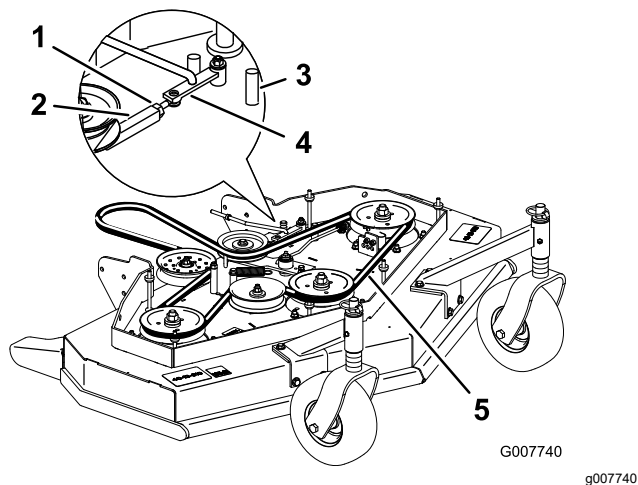

Figura 8
3. Afloje la contratuerca del tensor (Figura 8).
correa. Gire el tensor hacia la parte delantera de la carcasa de corte para reducir la tensión de la correa (Figura 8).